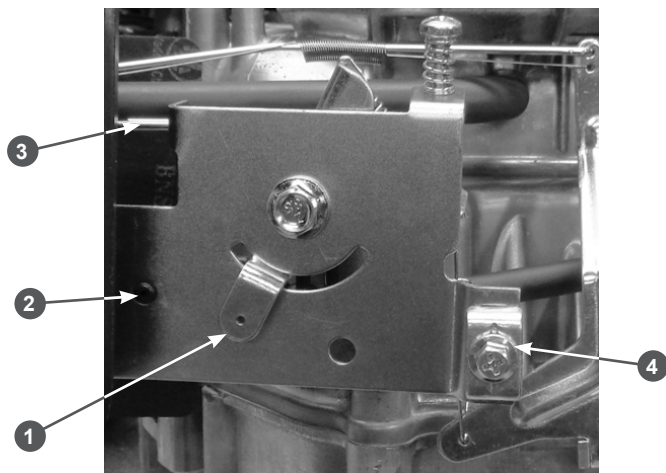

Рис. 3 Панель управления
1. Открутите болт скобы крепления троса газа и снимите скобу крепления троса газа (Рис. 3 п. 4).
при переводе рычага газа в это положение рычаг управления на панели управления двигателя (Рис. 3 п. 1) нажимает на тягу управления воздушной заслонкой (Рис. 3 п. 3). При этом полностью закрывается воздушная заслонка карбюратора.
при переводе рычага газа в это положение рычаг управления на панели управления двигателя (Рис. 3 п. 1) не должен нажимать на тягу управления воздушной заслонкой (Рис. 3 п. 3). При этом двигатель работает на максимальных оборотах.
ления двигателя (Рис. 3 п. 1) нажимает на кнопку выключателя зажигания (Рис. 3 п. 2). Двигатель при этом останавливается.